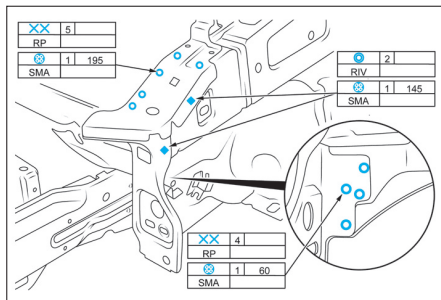

FIG. 3
- Coller, riveter et souder la partie avant de joue d'aile avant (Fig.3).